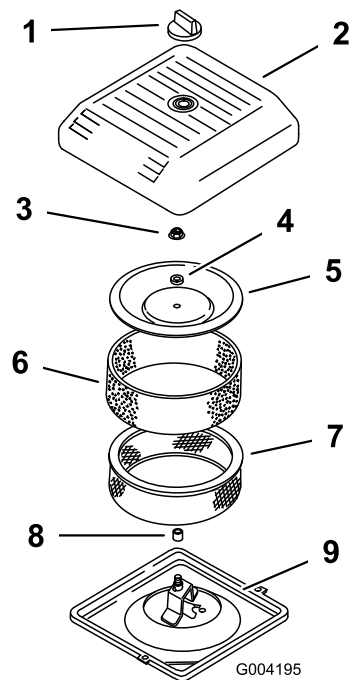

Bild 155
3. Schrauben Sie das Handrad ab und entfernen Sie die Luftfilterabdeckung (Bild 155).
4. Schieben Sie den Schaumvorfilter vorsichtig vom Papiereinsatz herunter (Bild 155).
5. Schrauben Sie die Abdeckungsmutter ab und nehmen Sie die Abdeckung und den Papiereinsatz ab (Bild 155).